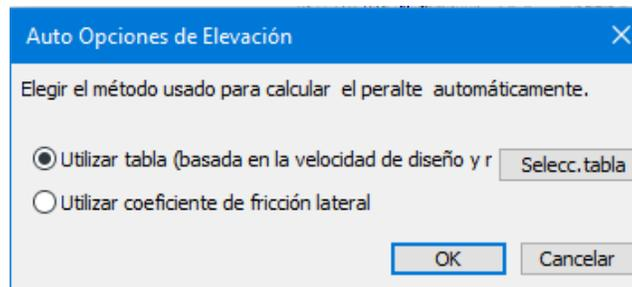

Figura 18-7: Opciones de Peralte Automático
- Habilite la opción *Auto* y presione el signo más  para abrir el cuadro de *Opciones de Peralte Automático* (Figura 18-7).